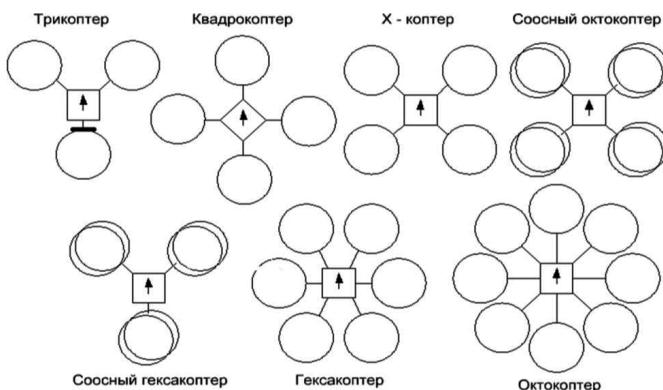

Рис. 13 Виды схем мультироторных аппаратов
**Трикоттер** (рис. 13) — это единственный мультикоптер, не оснащенный четным количеством пропеллеров (их только три). Компенсация вращательного момента и управление по курсу осуществляются отклонением заднего двигателя на некоторый угол относительно вертикали.
**Гексакоптер** — еще один популярный вариант, т. к. позволяет нести дополнительную нагрузку, оставаясь достаточно динамичным. Оснащен шестью воздушными винтами (рис. 13). В обиходе иногда называется "плоская шестерка".
**Октокоптер** часто применяется в случаях, когда нужно нести увеличенную нагрузку, имея при этом возможность для резервирования. Поскольку он оснащен восемью воздушными винтами (рис. 13), у него есть шанс остаться в воздухе при выходе из строя одного из двигателей или пропеллеров. Оставшиеся семь двигателей должны удержать аппарат в воздухе. В обиходе иногда называется «плоская восьмерка».